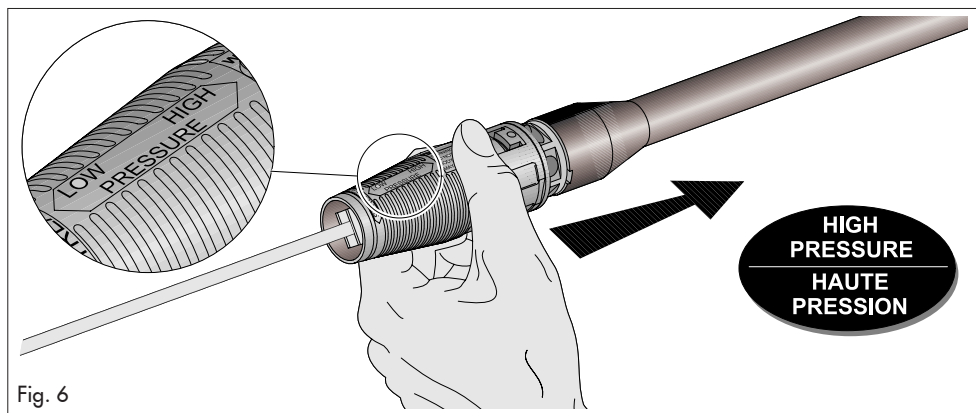

Fig. 6
**NOTE:** *Make sure the collar is pulled to the extreme rear position to lock the nozzle in the high pressure position. (Fig. 6)*
**REMARQUE :** *Assurez-vous que la bague est placée vers la position arrière extrême pour verrouiller le gicleur en position haute pression. (Fig. 6).*